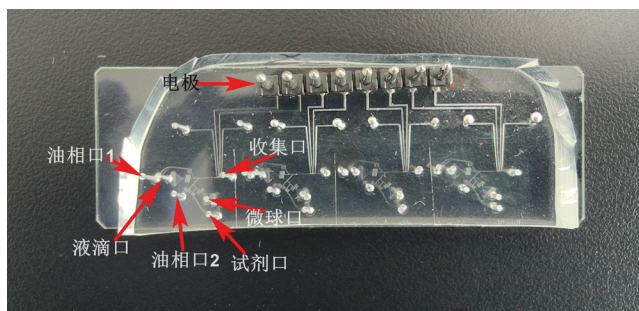

图 16: PCR 芯片各插口位置示意图
- e. 将 tubing 插入芯片对应位置, 0.5X 生成油 1 插入油相口 1, PCR 试剂插入试剂口, 微球插入微球口, 1X 生成油插入油相口 2, 液滴插入液滴口, 收集口插入收集管, 收集管长度约 0.1 m (图 16);